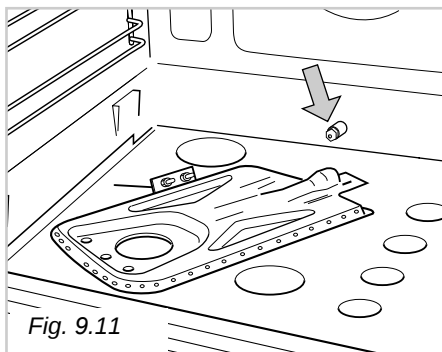

Fig. 9.11
- Con una chiave a tubo da 7 sostituire l'iniettore (indicato dalla freccia - fig. 9.11) secondo la "Tabella Iniettori" e rimontare il bruciatore operando a ritroso.